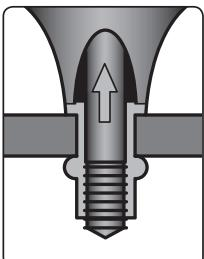

Abb. 6
- Halten Sie den Nietadapter fest mit der Hand, nehmen Sie eine stabile Körperhaltung ein und beim Drehen des Spannkopfes nach rechts werden die beiden Bauteile verbunden (Abb. 6).